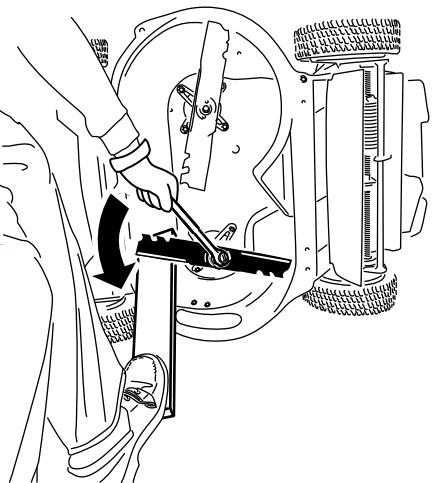

Figura 36
- Utilice un bloque de madera para inmovilizar cada cuchilla y gire el perno de la cuchilla en el sentido contrario a las agujas del reloj, según se muestra en Figura 36.